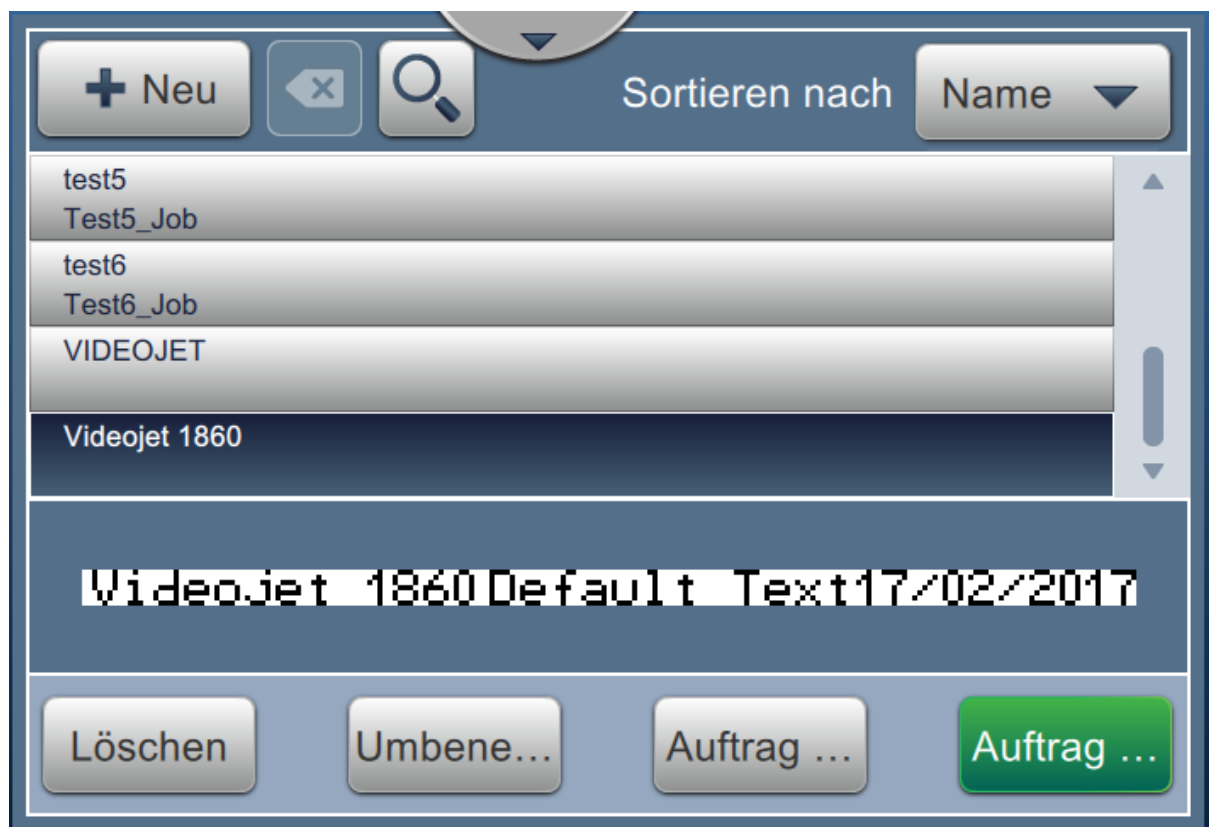

Abbildung 5-22: Auftragsliste
32. Der Auftrag „Videojet 1860“ wird der Auftragsliste hinzugefügt (siehe Abbildung 5-22).